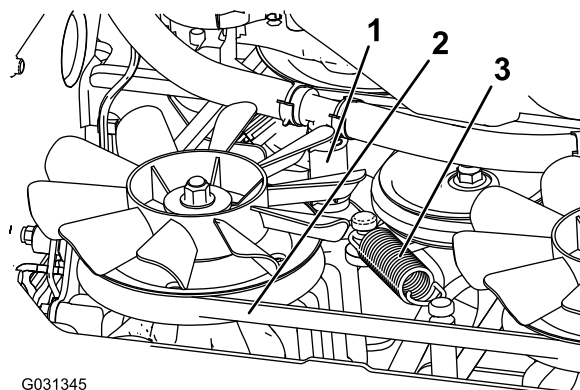

図 68
5. 下側の油圧ホースを外す図 68。
6. テンションスプリングを外す図 68。